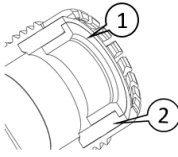

Fig. 9: Valg av riktig tetning
- 1 Velg det riktige tetningstilbehøret. Den anbefalte utvendige diameteren til kabelen for tetningen (fig. 9 / pos. 1) er på 20–24 mm.
Den anbefalte utvendige diameteren til kabelen for tetningen (fig. 9 / pos. 2) er på 24,5–30 mm.